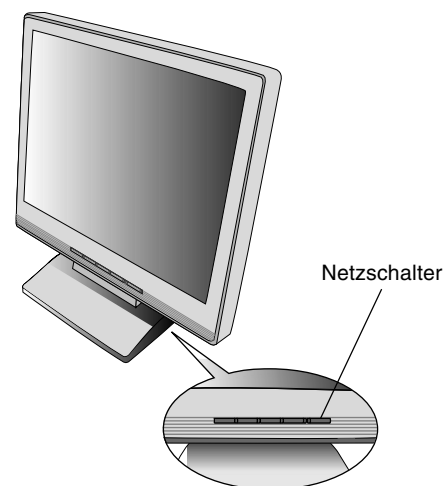

Abbildung C.1
5. Schalten Sie den Computer und den Monitor mit dem Netzschalter an der Vorderseite (**Abbildung C.1**) ein.